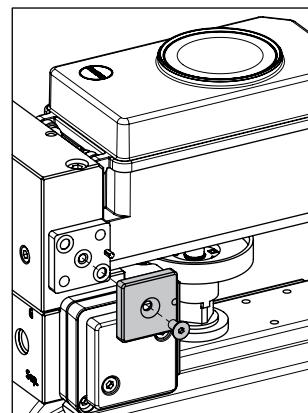

Fig. 15: Montaje de la placa reversible
9. Para la función de doble efecto montar la placa reversible con la inscripción **Doppel**, y para la función de test de carrera parcial con la inscripción **PST** (ver fig. 15).